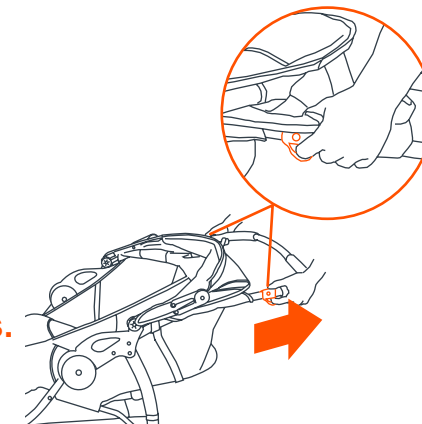
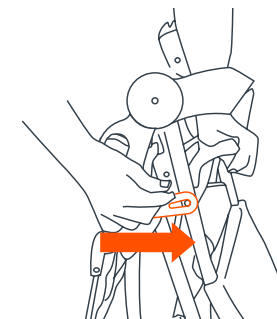

Fig. 18a
Fig. 18b
• El carrito se plega tirando simultáneamente de cada gatillo (Fig. 18a). Cuando se sueltan los pestillos para plegar el carrito, el manubrio comienza a caer al suelo. Suelte los botones para plegar el carrito y presione hacia abajo el manubrio hasta que el carrito esté completamente plegado. El carrito se asegura en la posición plegada por el bloqueo que esta localizado en el lado derecho del carrito sobre el remache que sobresale del armazón (Fig. 18b).